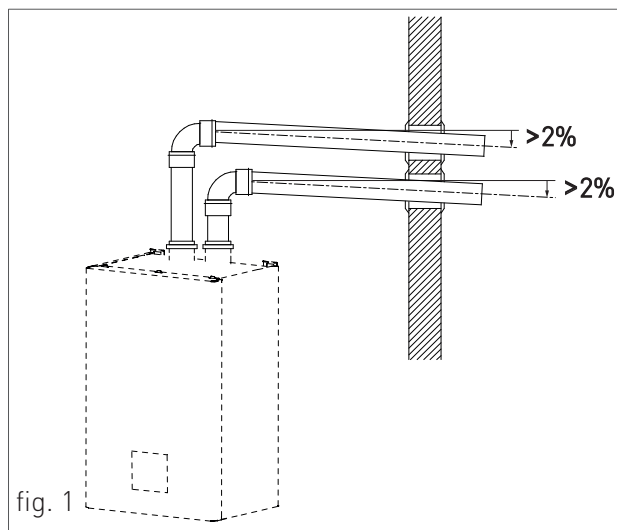

fig. 1
- › Pentru toate secțiunile orizontale ale conductelor de evacuare și aspirarea aerului, în ceea ce privește calea aerului, trebuie să asigurați o pantă în sus (către cazan) de minimum 2% (a se vedea fig. 1) pentru a evita apă, praf sau obiecte străine să intre în conductă.